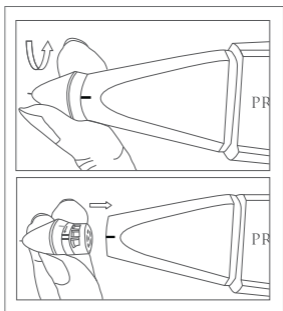

Fig. 1
1. Lorsque le testeur est éteint, tournez la pointe de la sonde dans le sens antihoraire pour la retirer, tel qu'illustré dans la Fig. 1.